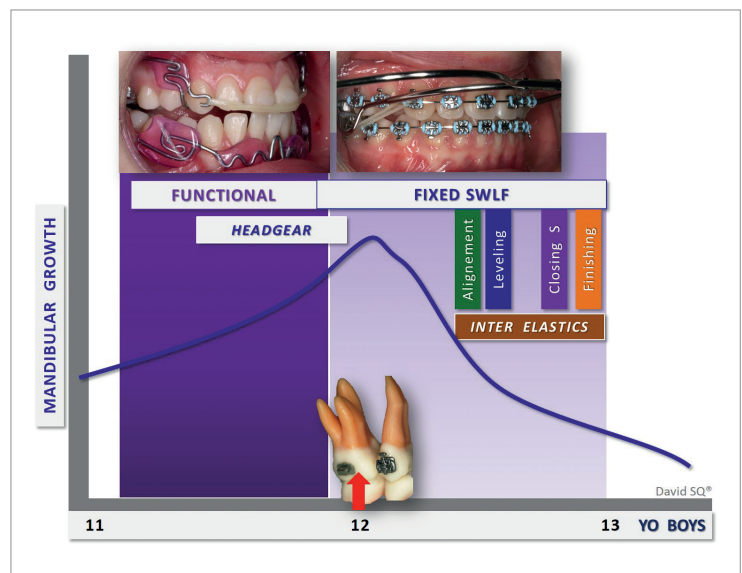

Abb. 6: Behandlungsphasen bei einer Angle-Klasse II mit dentomaxillärer (Rotation und Mesialisierung der ersten oberen Molaren) und mandibulärer Komponente.
- Die unteren Molaren bewegten sich nach ventral (1,1 mm) und nach kranial (0,6 mm; Abb. 6).
Abb. 6: Dentoalveoläre Veränderungen im Bereich der unteren Molaren nach Behandlung mit der Herbst-Apparatur. Überlagerung des Unterkiefers, wobei das orangefarbene Modell die Situation vor der Behandlung und das schwarze, netzartige Modell die Situation nach erfolgter Behandlung darstellt. Die Referenzpunkte befinden sich auf dem mesialen bukkalen Höcker des ersten bleibenden Molaren (gelb = vor Behandlung; schwarz = nach Behandlung). Die Molaren bewegten sich nach kranial und nach ventral.
verwenden und dadurch die Behandlungszeit bei Klasse II-Malokklusionen mit mandibulärer Komponente weiter reduzieren zu können (Abb. 5 und 6). Unsere Behandlungsphilosophie bei Angle-Klasse II-Behandlungen mit mandibulärer Komponente konzentriert sich auf die folgenden Schritte (Abb. 6):